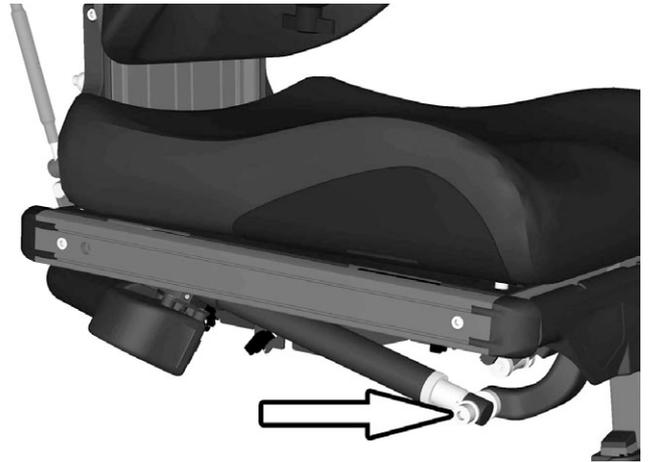

Abbildung 69. Befestigungsschrauben der Stellvorrichtung
5. Stellvorrichtung wieder an die Beinstütze montieren, die mit einer Schraube befestigt ist. Siehe Abbildung. 69.